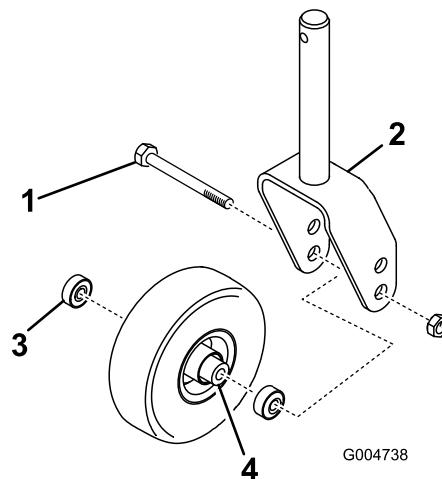
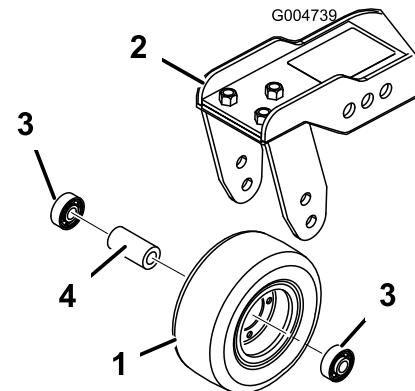

Рисунок 123
Рисунок 124
2. Извлеките подшипник из ступицы колеса и дайте выпасть распорной втулке подшипника (Рисунок 123 и Рисунок 124).
1. Выверните контргайку с болта, удерживающего узел поворотного колеса между вилкой (Рисунок 123) или рычагом (Рисунок 124) поворотного колеса.